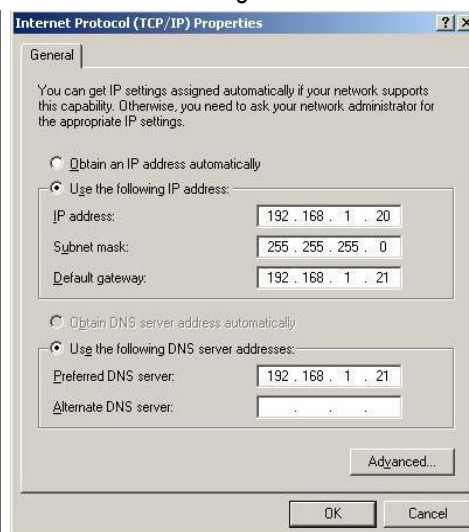

Bild 4
- Konfigurationsbeispiel (Bild 4) wenn kein DHCP-Server verfügbar ist.